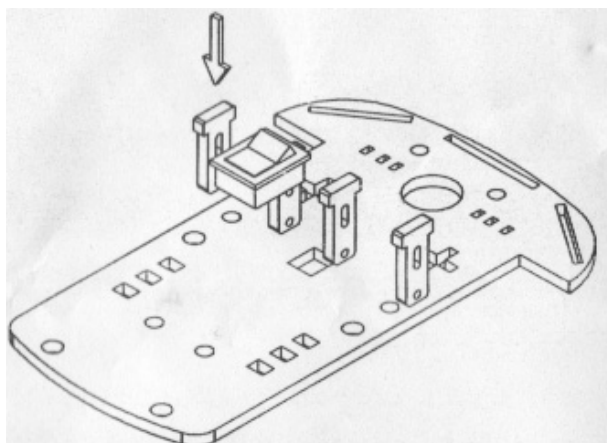

图 12-18 连接底盘与紧固件
① 先把小车底盘、紧固件、码盘的黄色保护纸撕掉，然后把紧固件插在小车底盘上，如图 12-18 所示。